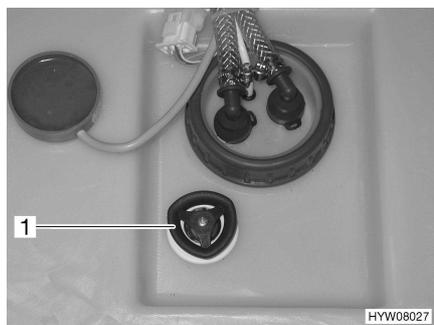

Fig. 99 Réservoir d'eau avec poignée tournante
- Faire tourner à fond dans le sens des aiguilles d'une montre la poignée tournante (Fig. 99,1) située sur le réservoir d'eau.
- Faire tourner la poignée tournante (Fig. 99,1) située sur le réservoir d'eau dans le sens inverse des aiguilles d'une montre jusqu'à ressentir une résistance. L'eau s'écoule, env. 20 litres restent.